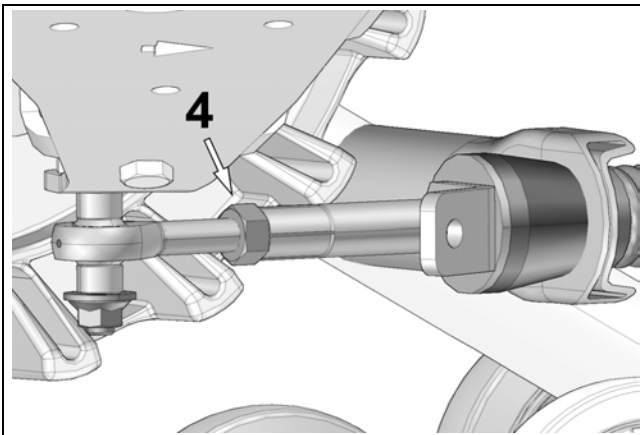

Figure 4
- Une fois le réglage atteint, resserrer le contre-écrou (4) à 40 N•m [30 lb•pi]. Voir la Figure 4.